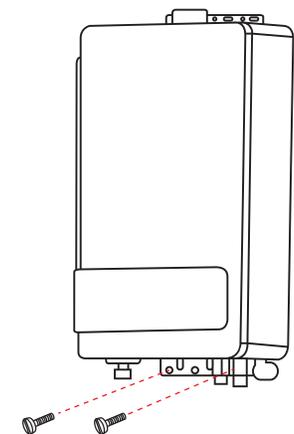

FIGURA 7
- 3.Fijar el estante inferior con dos pernos de plástico (Figura 7).